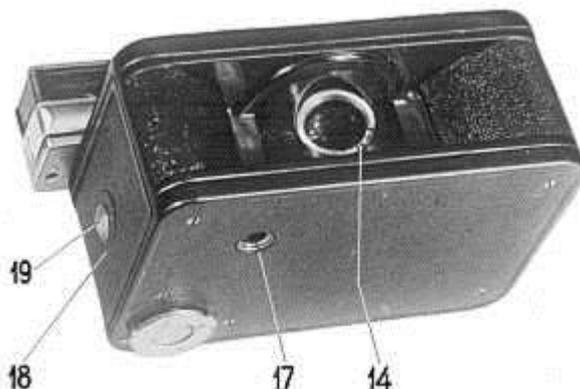

Рис. 4
9. Для укрепления фотоаппарата в футляре или на штативе без футляра на нижней крышке фотоаппарата имеется гайка **17** (рис. 4) со стандартной резьбой 3/8".